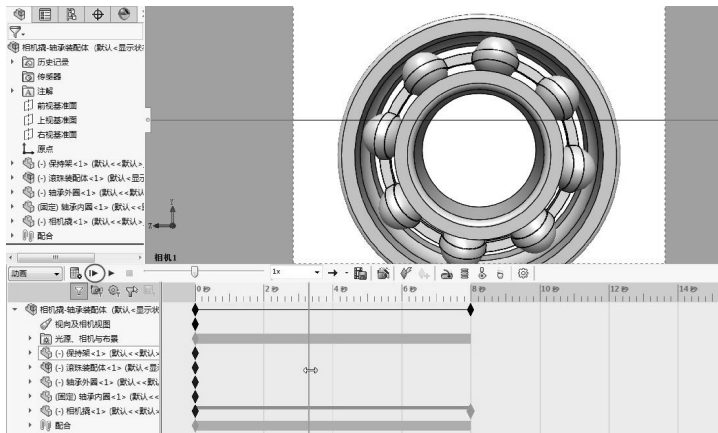

图 8-34 播放相机动画
- 21 单击 MotionManager 工具条中的【从头播放】按钮, 开始播放创建的相机动画, 如图 8-34 所示。最后保存动画文件。